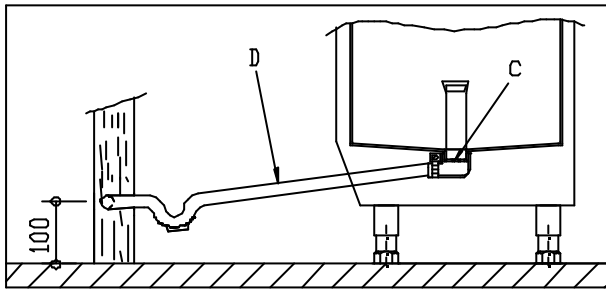

Fig. 5
a) Fijar la manguera de desagüe como se indica en la Fig.5.